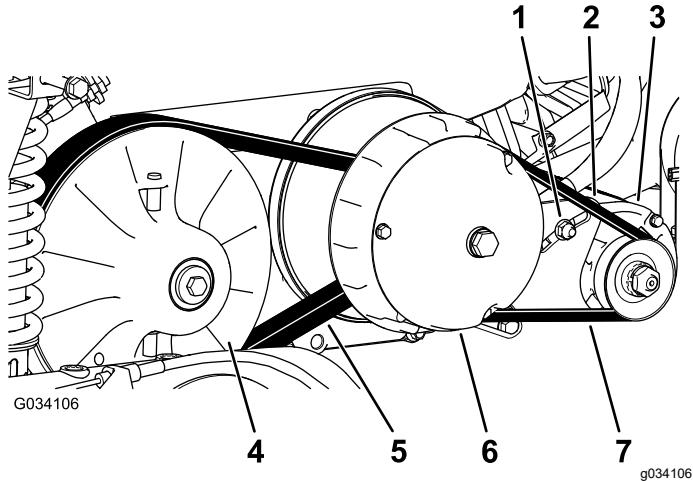

Figure 65
6. Faites tourner la courroie (Figure 65) pour vérifier qu'elle n'est pas excessivement usée ou endommagée.
3. Faites tourner la courroie et faites-la passer sur l'embrayage secondaire (Figure 65).
4. Enlevez la courroie de l'embrayage primaire (Figure 65).
5. Placez la courroie neuve sur l'embrayage principal (Figure 65).
6. Faites tourner la courroie et faites-la passer sur l'embrayage secondaire (Figure 65).
2. Desserrez l'écrou de pivot de l'alterno-démarreur (Figure 65).
4. Appuyez sur le levier pour faire pivoter le démarreur vers le bas dans la fente jusqu'à ce que la tension de la courroie produise une flèche de seulement 6 mm (1/4 po) quand une force de 44 N·m (10 pi-lb) est appliquée (Figure 65).
5. Resserrez l'écrou de pivot à la main et enlevez le levier (Figure 65).